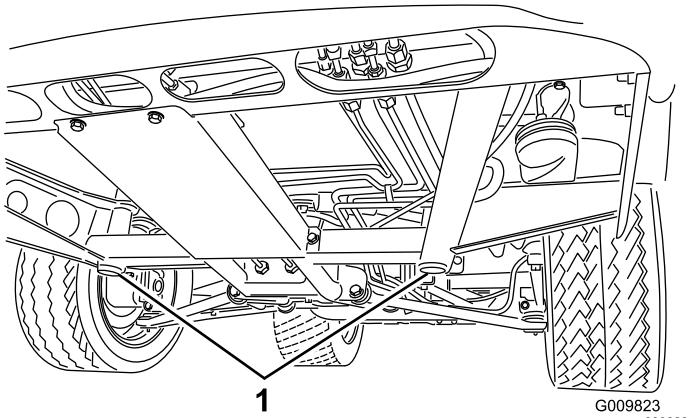
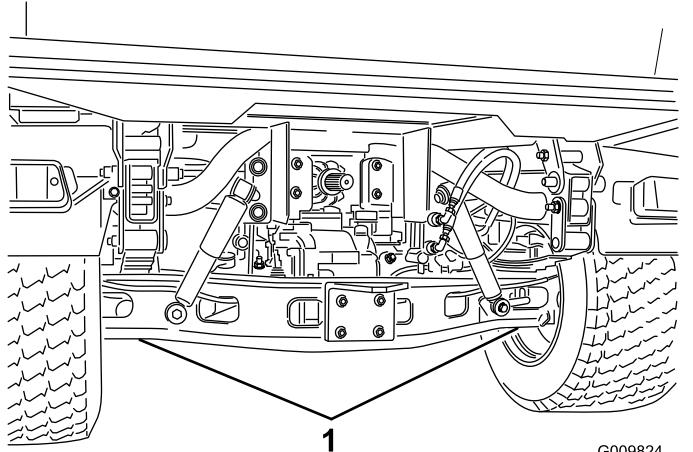

Figura 36
Figura 37
- El punto de apoyo del gato en la parte delantera de la máquina se encuentra en el travesaño central delantero del bastidor (Figura 36), y en la parte trasera está debajo del eje (Figura 37).